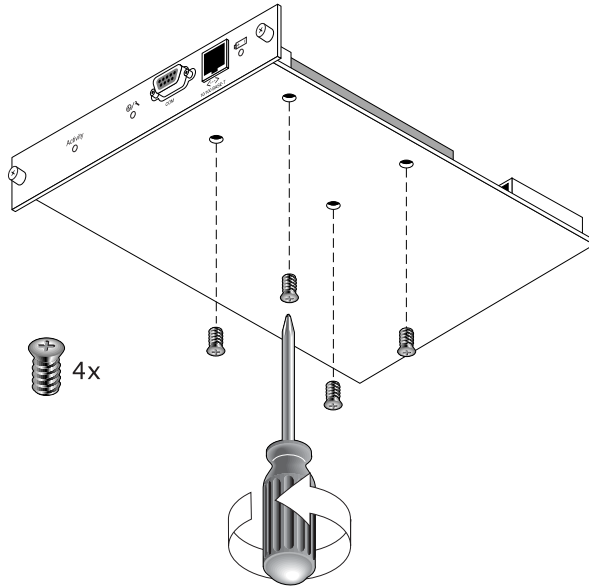

图 4-6 已卸下螺钉的电池模块的底面
4. 卸下模块底面的电池螺钉，从电池模块中松开电池，如图 4-6 所示。